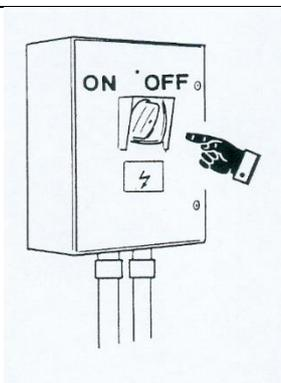

fig. 19
4. Verificare l'idoneità ed il corretto funzionamento dell'impianto elettrico di alimentazione di rete: (fig. 19)